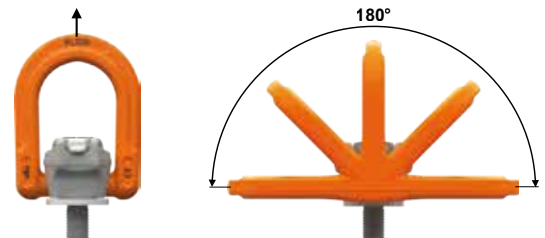
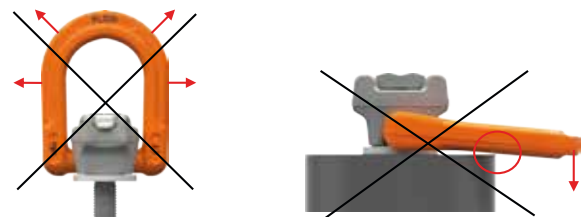

Bild 1: erlaubte Belastungsrichtungen die bei bestimmungsgemäßem Gebrauch auftreten können.
Bild 2: Nicht erlaubte Anwendung.
Belastung: Die Belastung darf nur in der vorgegebenen Richtung (Bild 1) mit der maximalen Tragfähigkeit lt. Tabelle 1 und unter Berücksichtigung der hier angegebenen Einsatzbedingungen erfolgen.
Die Anschlagpunkte sind zwar kugelgelagert, aber um ein Verklemmen des Ringes zu vermeiden sollten Sie den Ring vor der Belastung in die erlaubte, erforderliche Zugrichtung ausrichten (Bild 1). Dies gilt insbesondere beim Heben der Last mit Mehrstranggehängen. Bei nicht ausgerichtetem Ring (unerlaubte Belastung nach Bild 2) könnte sich der Ringhalter unter Last schlagartig ausdrehen, und es kommt zu erheblicher Gefahr für Last und Personen.
- Zugrichtung nicht im vorgegebenen Bereich lt. Bild 1 liegt.